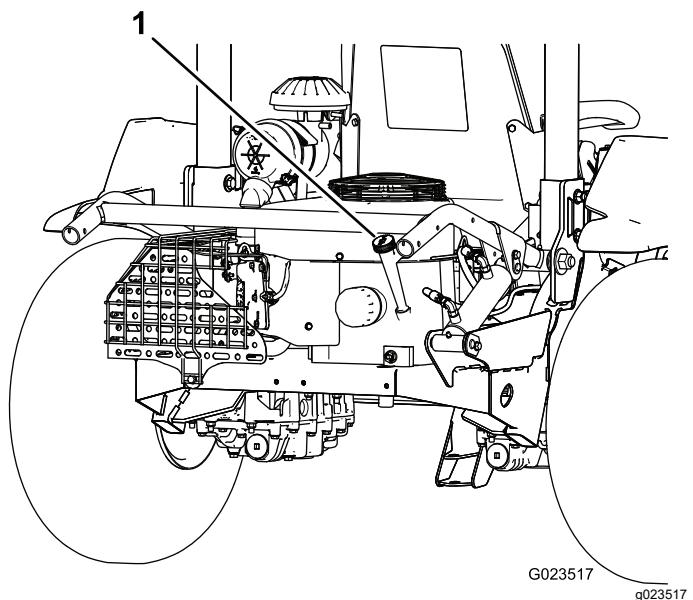
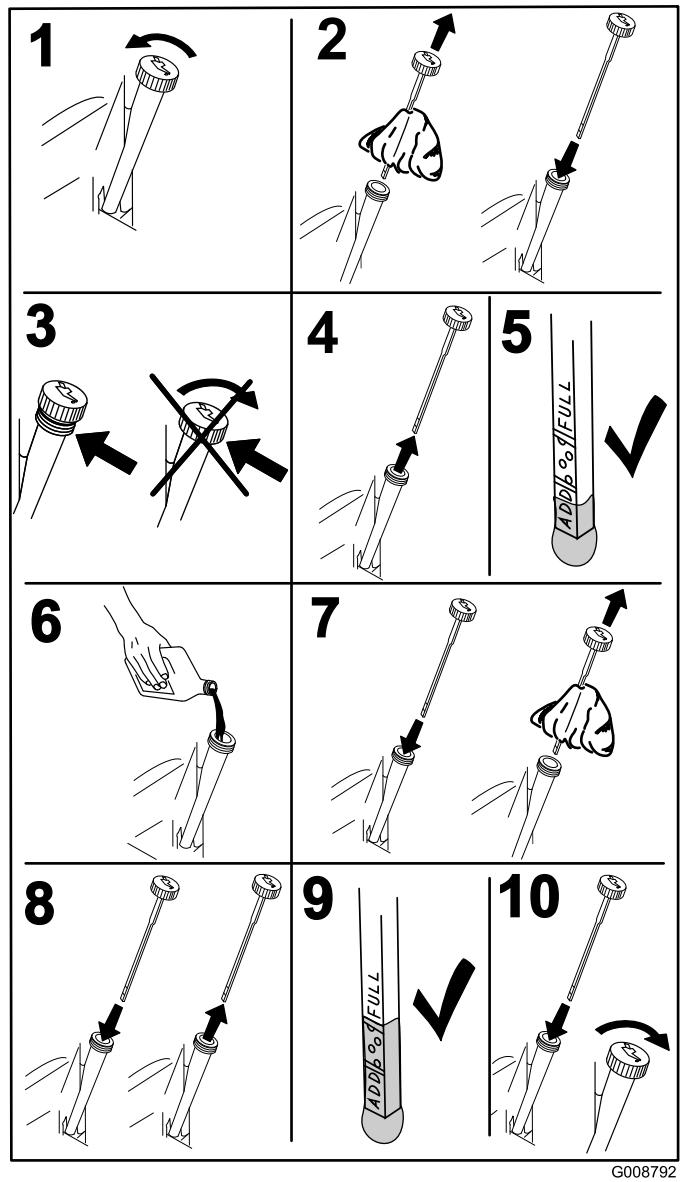

Figure 33
Figure 34
2. Sortez la jauge (Figure 33) et essuyez-la sur un chiffon propre (Figure 34).